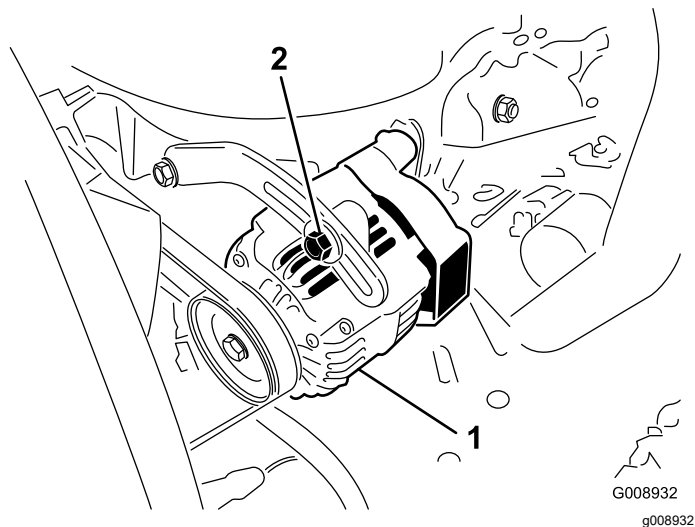

Figura 84
2. Si la desviación no es de 10 mm ($\frac{3}{8}$ "), afloje los pernos de montaje del alternador (Figura 84).